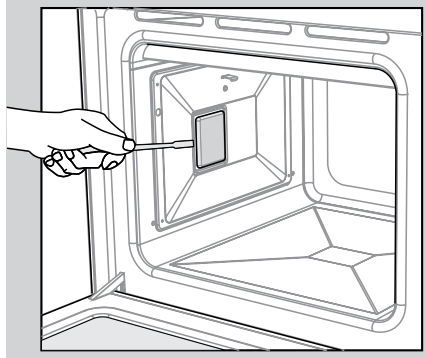

Рис. 19
- Снимите плафон боковой подсветки (рис.19).